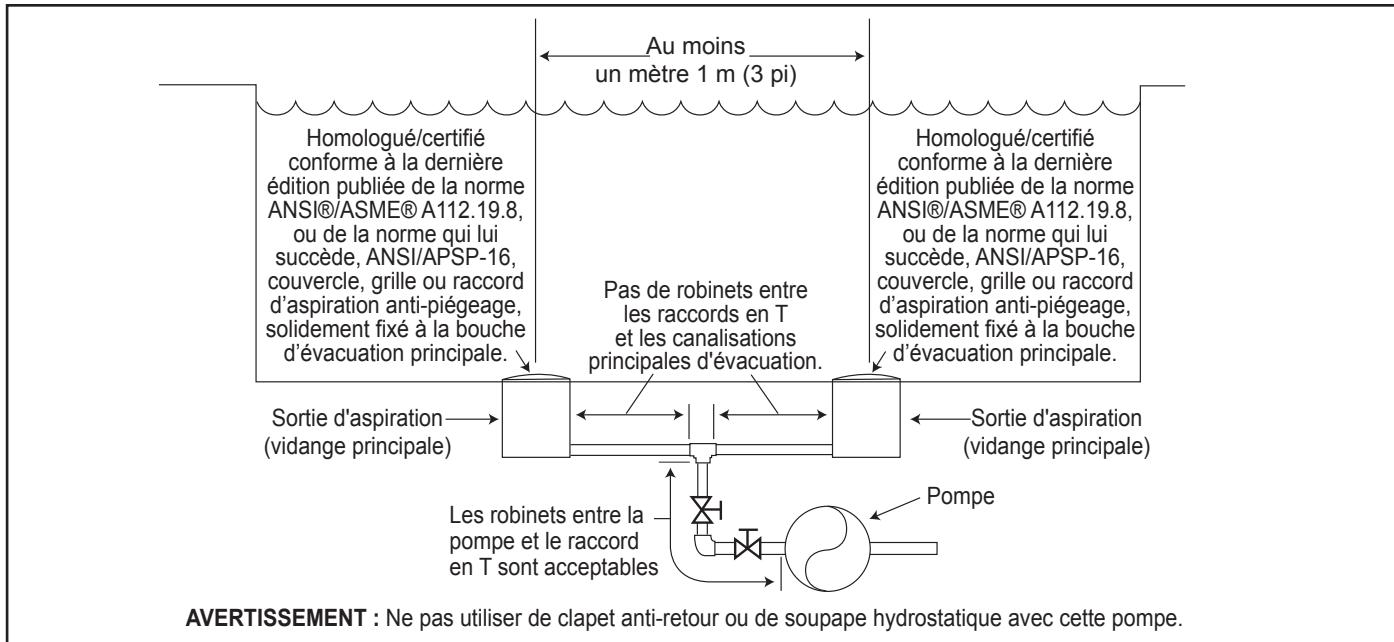

Figure 1. Nombre de sorties d'aspiration par pompe
**Nombre de bouches d'aspiration par pompe** - Fournir au moins deux (2) bouches d'aspiration hydrauliquement équilibrées, avec couvercles, en guise de bouches d'aspiration pour chaque conduite d'aspiration de pompe de circulation. Les centres des bouches d'aspiration sur toute conduite d'aspiration doivent être à au moins un (1) mètre (3 pi) l'une de l'autre, de centre en centre. Voir Figure 1.
Le système **doit** être conçu pour comprendre au moins deux bouches d'aspiration (drains) connectées à la pompe chaque fois que la pompe fonctionne. Cependant, si deux (2) bouches d'aspiration aboutissent à une seule conduite d'aspiration, cette dernière peut être équipée d'un robinet qui coupera les deux bouches d'aspiration de la pompe. Le système doit être conçu de manière à ne pas permettre une fermeture ou un isolement distinct ou indépendant de chaque drain. Voir la Figure 1.
Suivant les indications de la Figure 1, une vitesse préréglée « » est assignée au dispositif eStar. Par conséquent, il est prévu d'assigner une vitesse de rendement optimum de filtration, comme déterminé par l'installateur.